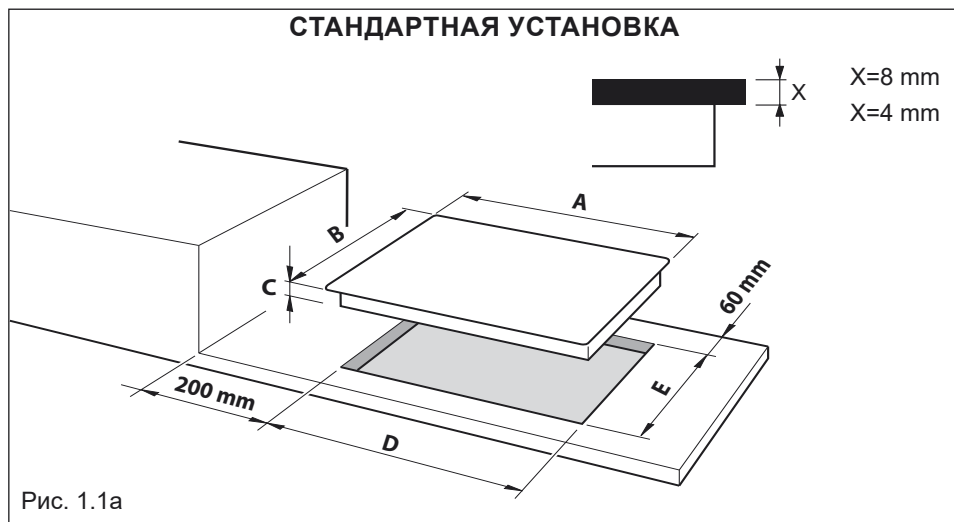

Рис. 1.1a
- Варочная панель должна быть установлена на расстоянии не менее 60 мм от стены (от заднего края выреза - рис. 1.1a, 1.1b).